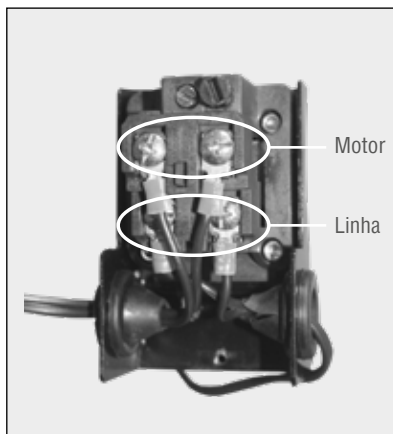

Figura 11 - Esquema de Ligação
- Para instalar o pressostato 16-33, comercializado separadamente pela Franklin Electric, retire a tampa protetora, conecte os fios da rede nos terminais indicados como “linha” (figura 11).